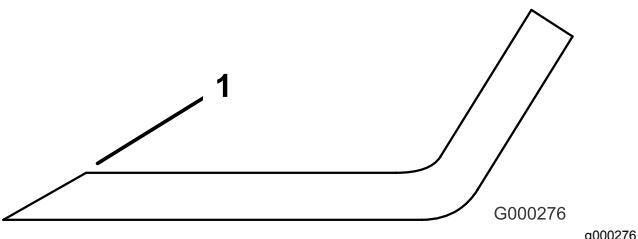

図 32
3. 全部のブレードの刃先を丁寧に点検する。刃先が鈍くなっていたり欠けていたりした場合には研磨する。研磨は刃先の上面だけを行い、刃の元々の角度を変えないように十分注意する図 32。ブレードの左右を均等に削れば、バランスを狂わすことなく研磨を行うことができる。